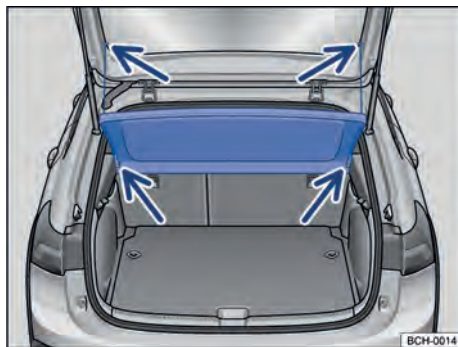

Fig. 139 En el maletero: desmontar y montar la bandeja trasera.
- Desprender los cordones de retención del bloque soporte del capó del maletero → fig. 139 (flechas superiores).
- Retirar la cubierta del maletero hacia atrás y hacia afuera de los bloques soporte laterales → fig. 139 (flechas inferiores).
- Empujar la cubierta del maletero hacia adelante, introduciéndola en los bloques soporte laterales → fig. 139 (flechas inferiores).
- Encajar los cordones de retención en el capó del maletero → fig. 139 (flechas superiores).